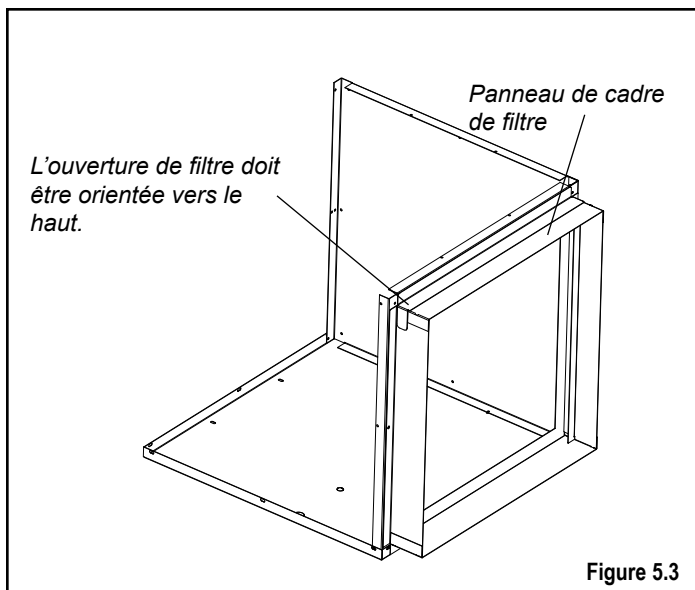
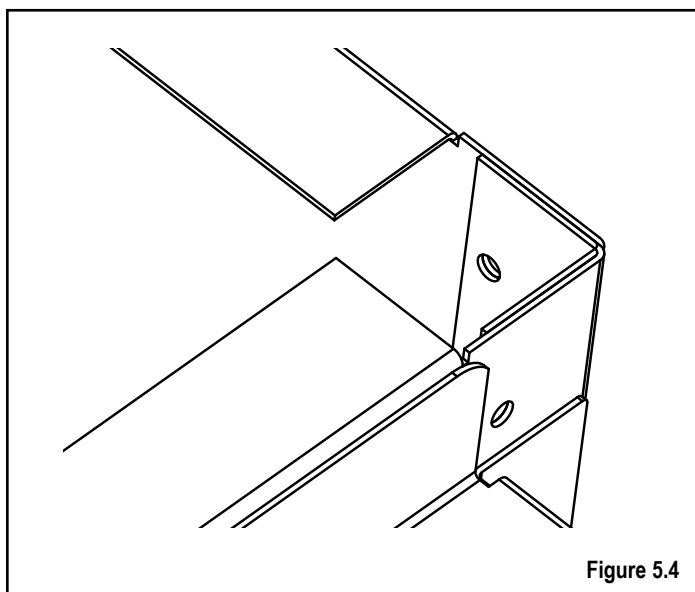

Figure 5.3
Figure 5.4
- Placez le panneau du cadre de filtre sur le fond, dans l'angle du panneau plein. Figure 5.4 pour les détails d'angle. Assurez-vous que l'ouverture du filtre est dessus. Figure 5.3. Fixez le panneau de filtre au panneau rigide par une vis Tek dans le trou du milieu du panneau rigide et par une vis dans le trou du milieu sous l'ouverture de filtre.